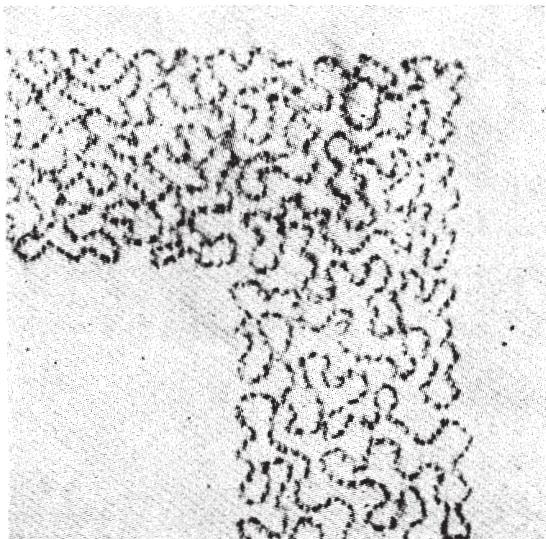
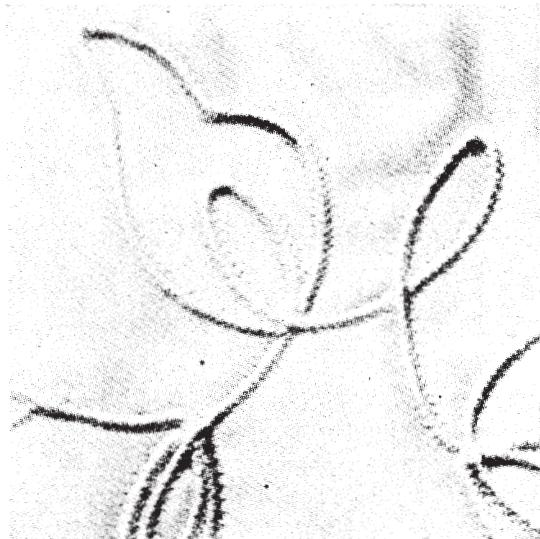

図33 紐付け縫いの例（A）
図34 紐付け縫いの例（B）
(2) 紐つけ 紐や毛糸などをとめながら、画をえがく刺しゅうを紐つけ刺しゅう、コードつけ刺しゅうなどと呼びます。（図33、図34）